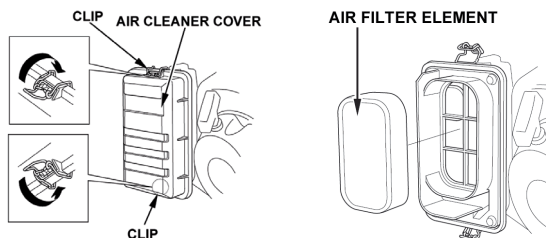

рис.4
7.3 Воздушный фильтр (см. рис.4). Периодичность проверки – через каждые 50 часов работы.